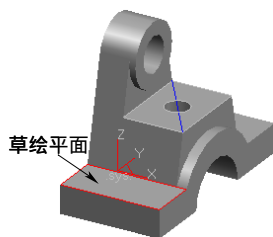

图 6-116 选择草绘平面
1) 在图形区选择如图 6-116 所示的实体表面, 单击“绘制草图”按钮, 进入草图绘制状态。